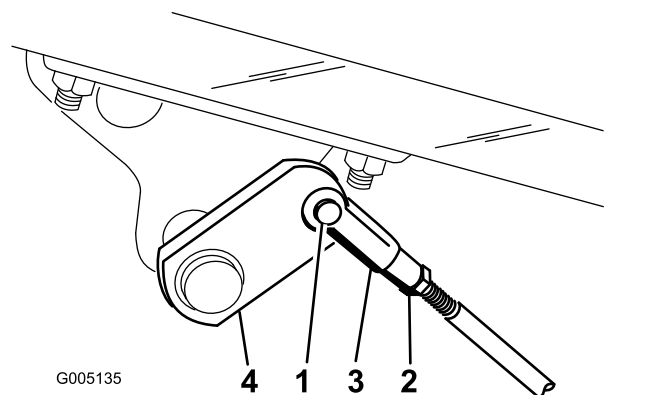

Bild 50
- A. Entfernen Sie den Splint und Lastösenbolzen, um die Bremsstangen abzuschließen (**Bild 50**).
- B. Lockern Sie die Klemmmutter und stellen den Lastösenbolzen entsprechend ein (Bild 50).
- C. Bringen Sie den Lastösenbolzen am Bremsbügel an (Bild 50).